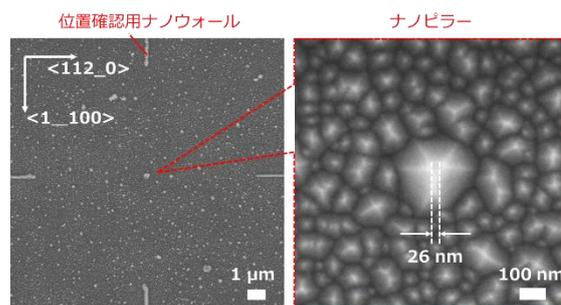
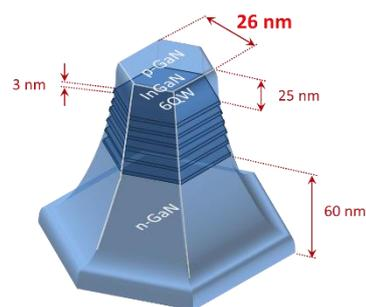
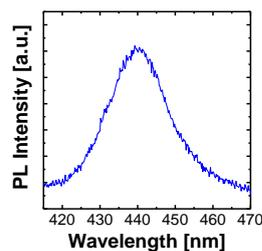

Fig.1 Top view SEM image of InGaN/GaN nanopillar
Fig.2 The schematic image of InGaN/GaN nanopillar
Fig.3 RT-PL spectrum of InGaN/GaN nanopillar
**結果:** Fig.1にナノピラー上部直径約26 nmの極微細ナノピラーと位置確認用ナノウォールの上面SEM像を示す。Fig.2にナノピラーの構造図を示す。SiO2ナノマスク周囲から約50nmのオーバーエッチングが生じ、ナノピラー下部は{11-20}面で囲まれた六角錐状で上部はm面に近い垂直性の高い形状となった。このナノピラーのHe-Cdレーザを励起光とした室温PLスペクトルをFig.3に示す。単一極微細ナノピラーからピーク波長440 nmの明瞭な発光が見られた。